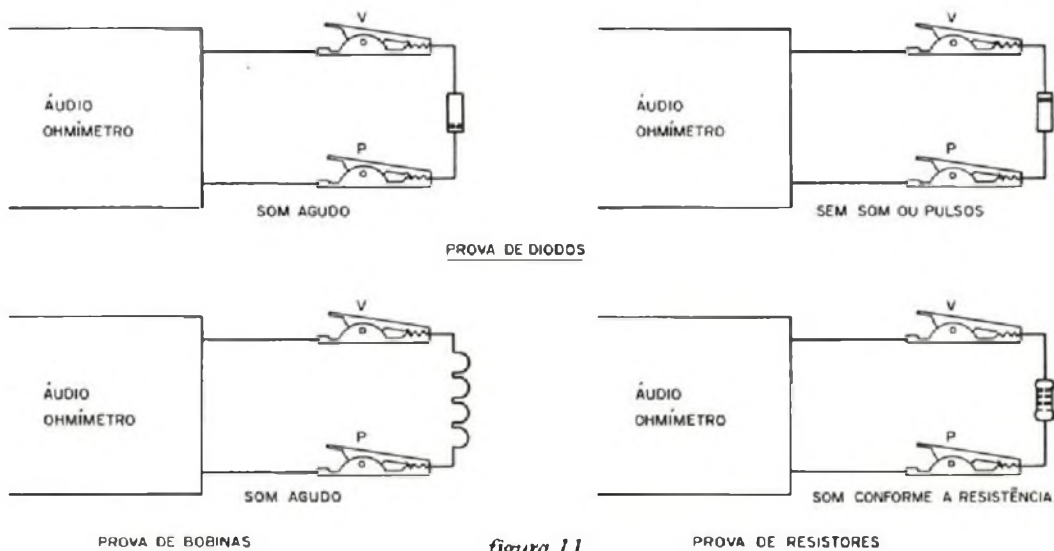

figura 11
e) Para provar diodos é preciso observar sua polaridade. Na polarização direta o som deve ser agudo e na polarização inversa não deve haver som. (figura 11)